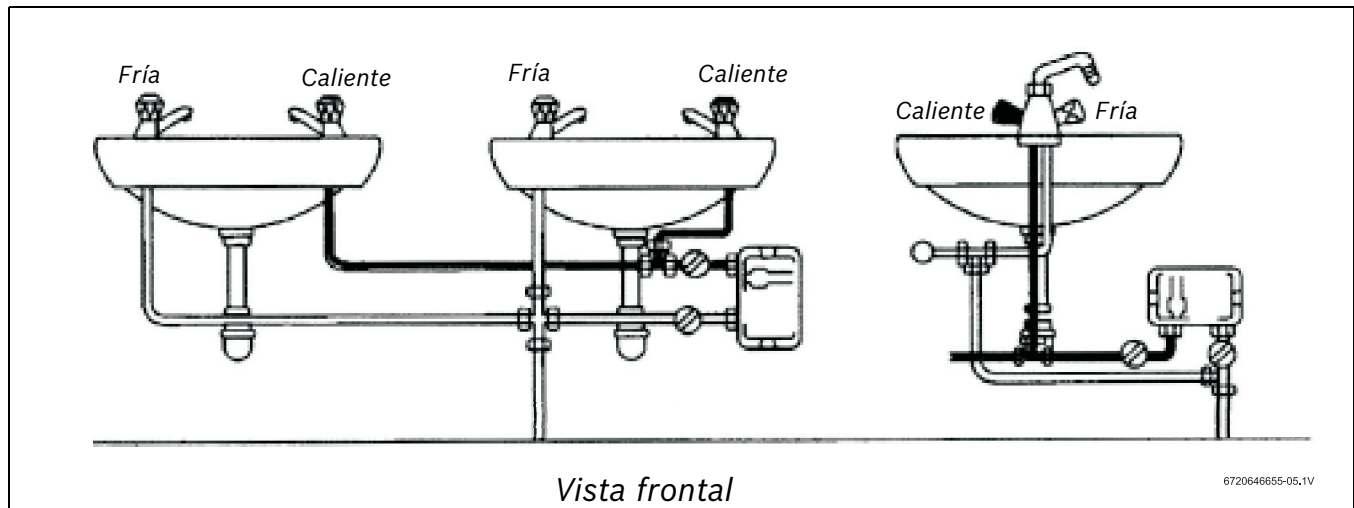

Fig. 6 Ejemplos de instalaciones
- ▶ Móntese sólo como se muestra en Fig. 6 con las conexiones de agua situadas en la parte inferior o en el lado derecho de la unidad. Recuerde que debe mantener la longitud de tubería de agua caliente al mínimo, a fin de ahorrar energía.